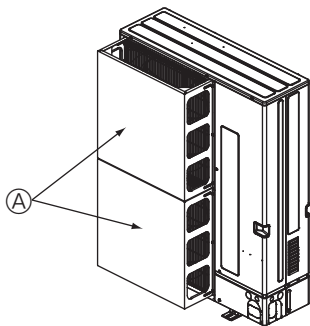

Fig. 2-16
① Monter en luftkanal (ekstraustyr) hvis enheten monteres på et sted der sterk vind fra en orkan osv. kan komme direkte inn i luftløpet. (Fig. 2-16)